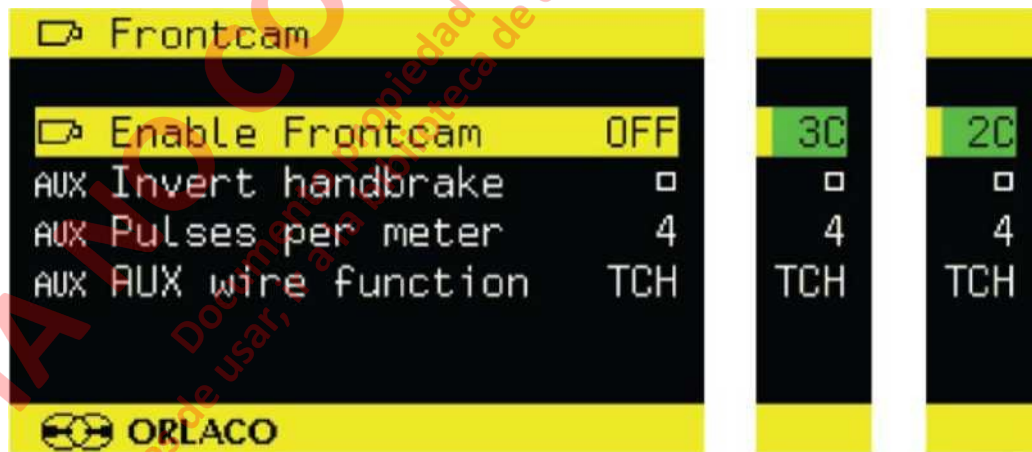

FIGURA 33-18.
- Ahora navege el resaltado de la barra hacia abajo hasta la fila con el nombre "Frontcam", luego presione el botón ENTER. Esto tendrá una pantalla de configuración por defecto similar a la figura 33-18. Establecer "Enable Frontcam" en OFF.